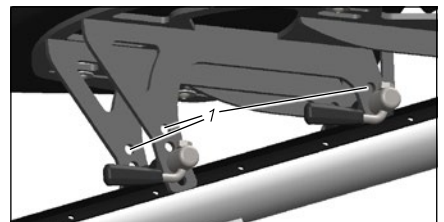

Abb.:8
1. Öffnen und entfernen Sie den Schnellspanner mit den einzelnen Befestigungskomponenten (Unterlegscheibe, 2x Kulissensteine, Rändelmutter). Wählen Sie das passende Lochpaar („Abb.:8“).